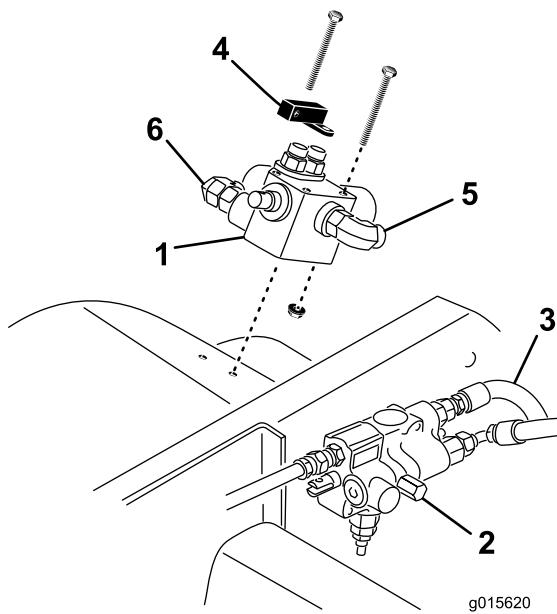

図 4
4. 制御バルブとピボットレバーを右フェンダに取り付ける；キャップスクリュ (1/4 x 2-3/4 インチ) 3本と、1/4インチのフランジロックナットを図 4 のように使用する。
5. 昇降バルブの下に廃油受けの容器を置く(図 4)。
6. ステアリングホース(図 4)を昇降バルブのPポート(後ろ上のポート)から外す(ステアリングバルブから来ているホース)。
7. ステアリングホース(昇降バルブのPポートから来ている)を、コントロールバルブのオペレータ側の90度フィッティングに接続する(図 4)。
8. ストレートフィッティングと45度フィッティングのついている油圧ホース(キットに入っている)を、昇降バルブのPポートと、コントロールバルブの外側にある90度フィッティングに接続する(図 4)。